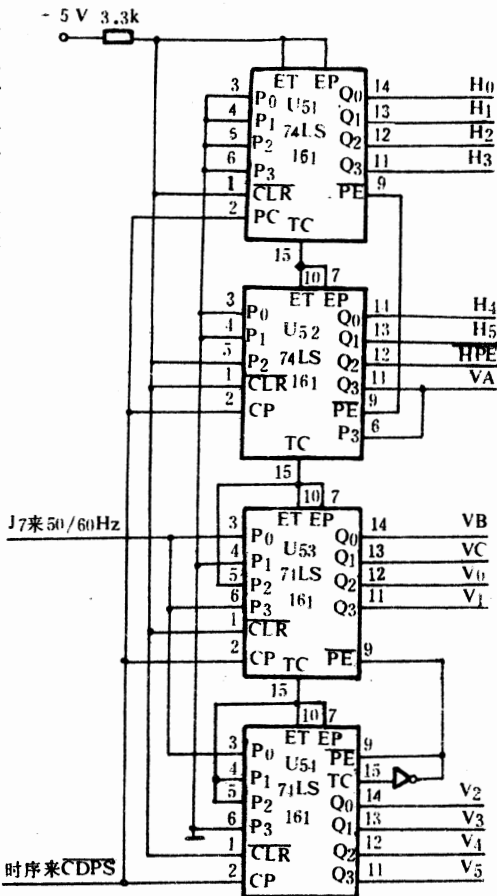

图 1-13 视频地址发生电路
5. 视频地址发生电路故障, 使得屏幕的水平行、字符行的地址出现混乱, 引起屏幕全黑(见图 1-13)。在此电路中, 由四片 74LS161 组成整个屏幕地址计数, 当 PE 端为低时, P 输入端的数据加载(并行打入)到 Q